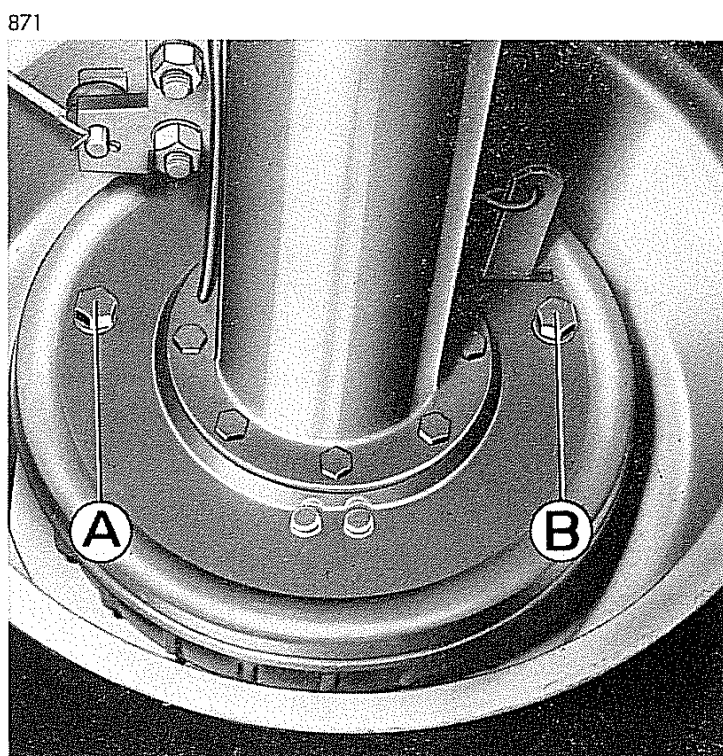

Fig. 30 - Dadi registro frenatura di servizio
- Mantenendo bloccate le ganasce ruotare in senso orario il dado **A** (fig. 30) e in senso antiorario il dado **B** (fig. 30), fino a portare gli eccentrici di appoggio a contatto con le ganasce; ruotare quindi sensibilmente i dadi in senso inverso.